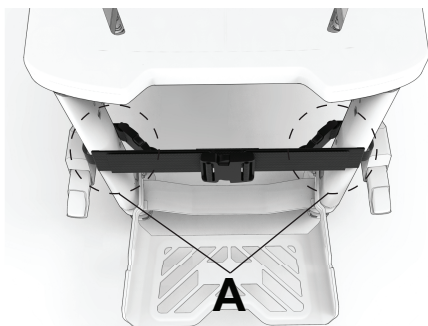

Figura 28 – Închideți cataramele cu eliberare laterală
1. Înfășurați curelele în jurul picioarelor din față ale scaunului și închideți cataramele cu eliberare laterală (A) (Figura 28).